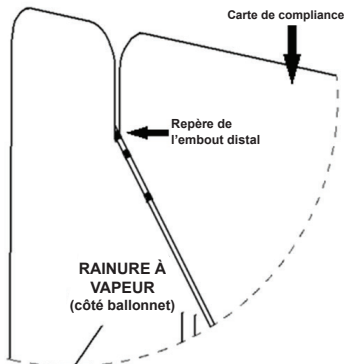

Figure 2 Configuration droite
4. Placer le repère de l'embout distal en bas et à l'intérieur de la rainure à vapeur. (voir la Figure 2)